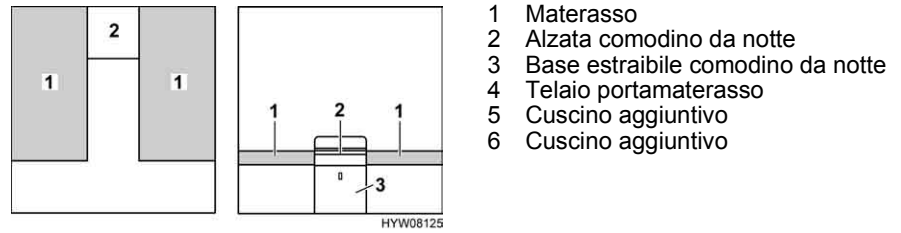

Fig. 87 Prima della trasformazione
- Rimuovere l'alzata del comodino da notte (Fig. 87,2) e metterla da parte.